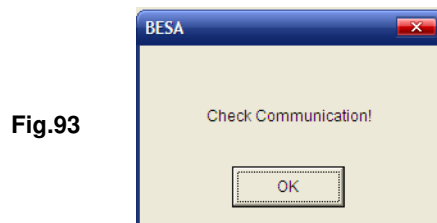

Fig.93
2. En cas d'absence de connexion, le message ci-dessus s'affichera (Fig.93):